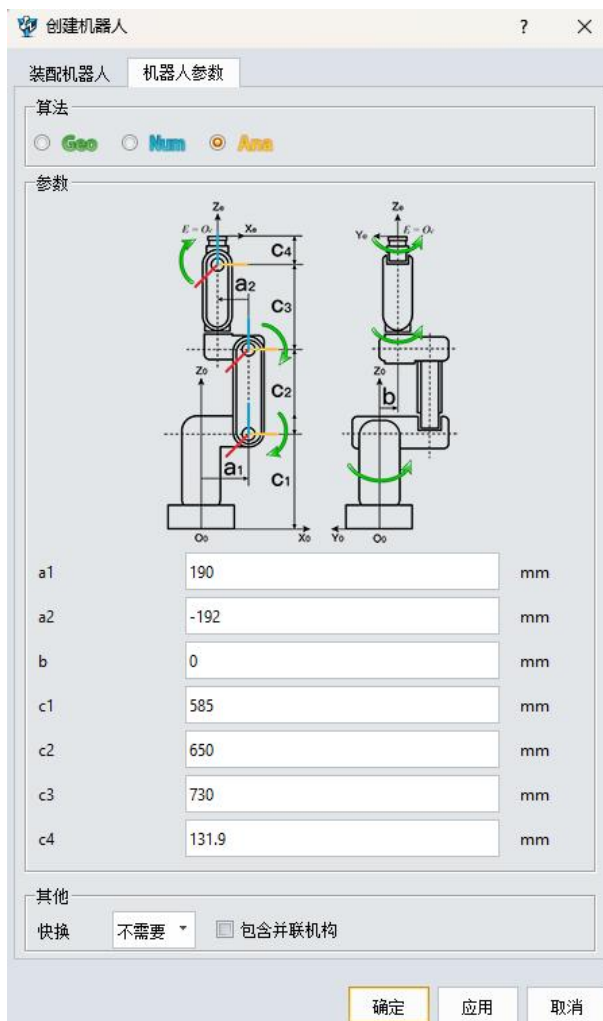

图 8-15: 创建机器人
- 添加碰撞体后，七个对象的组件详细信息将会显示（图 8-15）。